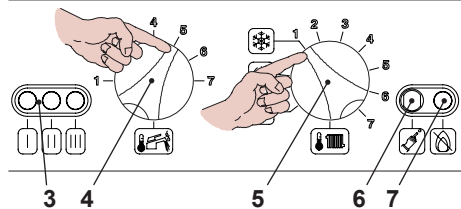
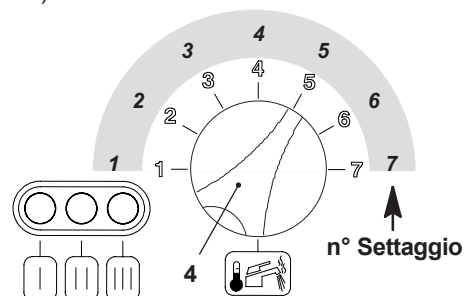

Figura 7.6
Figura 7.8
- Posizionare il selettore 5 come indicato in Figura 7.6; la lampada di segnalazione 3 lampeggia ad intermittenza circa ogni 2 secondi.
- Per settare la pressione di accensione del bruciatore le spie di segnalazione 3 in Figura 7.6 devono essere visualizzate come in Figura 7.7 (legenda spie Figura 7.4).
- Se non si visualizza questa sequenza premere il pulsante di ripristino 6 in Figura 7.6 tante volte fino alla visualizzazione (4 volte).
Per visualizzare il settaggio impostato tenere premuto il pulsante di ripristino 6 in Figura 7.6 per circa 5 secondi. Le spie di segnalazione 3 in Figura 7.6 lampeggeranno un numero di volte pari al settaggio (Figura 7.8).
- Per cambiare il settaggio ruotare la manopola regolazione temperatura sanitari 4 in Figura 7.6 e posizionarla nella posizione prescelta Figura 7.8 vedi anche Figura 7.9 (nella figura es. manopola settata per posizione 5), la lampada di segnalazione blocco 7 in Figura 7.6 lampeggerà velocemente.
- Per memorizzare il settaggio premere il pulsante di ripristino 6 in Figura 7.6 per circa 5 secondi, le spie di segnalazione 3 lampeggiano tutte quante simultaneamente come in Figura 7.10 (legenda spie Figura 7.4).